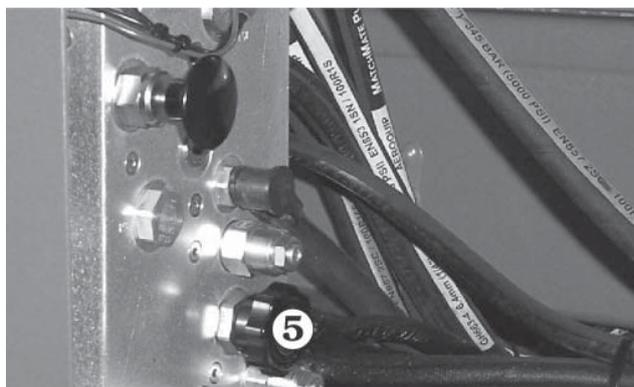
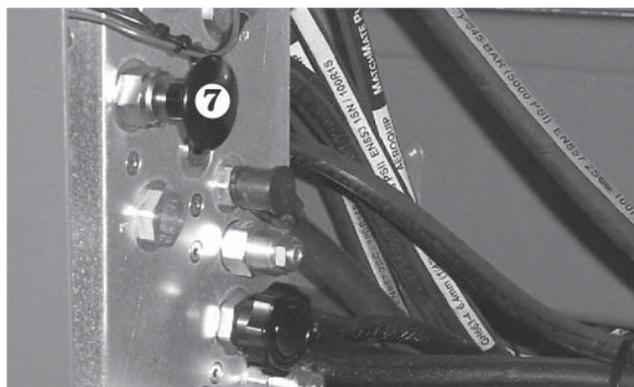

Abb. 9.9
Abb. 9.11
3. Im Hydraulikschrank das Freilauf-Ventil ⑤ gegen den Uhrzeigersinn bis zum Anschlag drehen (siehe Abb. 9.9).
5. Sobald die Maschine an einen sicheren Platz geschoben/gezogen worden ist, den Knopf ⑦ betätigen, um die Bremsen wieder zu aktivieren (siehe Abb. 9.11) und das Freilauf-Ventil ⑤ zudrehen (siehe Abb. 9.9).